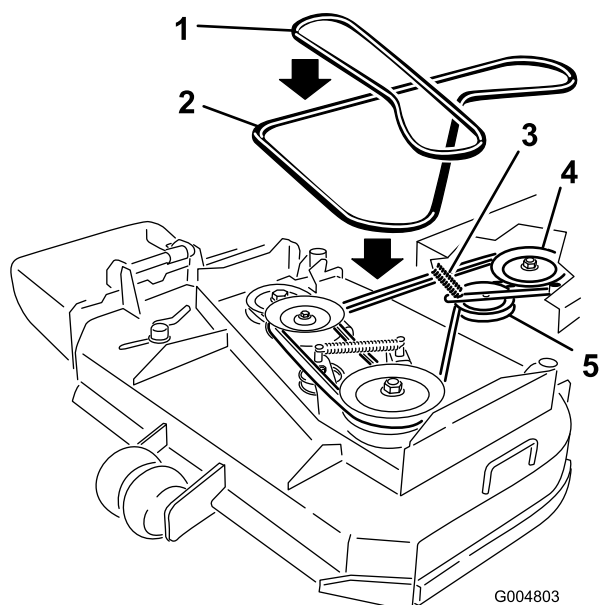

Figura 38
6. Rotolate la cinghia lontano dalla puleggia centrale sulla scocca del motore (Figura 38).
7. Togliete la cinghia dalla puleggia del motore e dalla puleggia tendicinghia a molla (Figura 38).
8. Montate la cinghia sulla puleggia del motore e sulla puleggia tendicinghia a molla (Figura 38).
- Rotolate la cinghia nella puleggia centrale sulla scocca del motore (Figura 38).